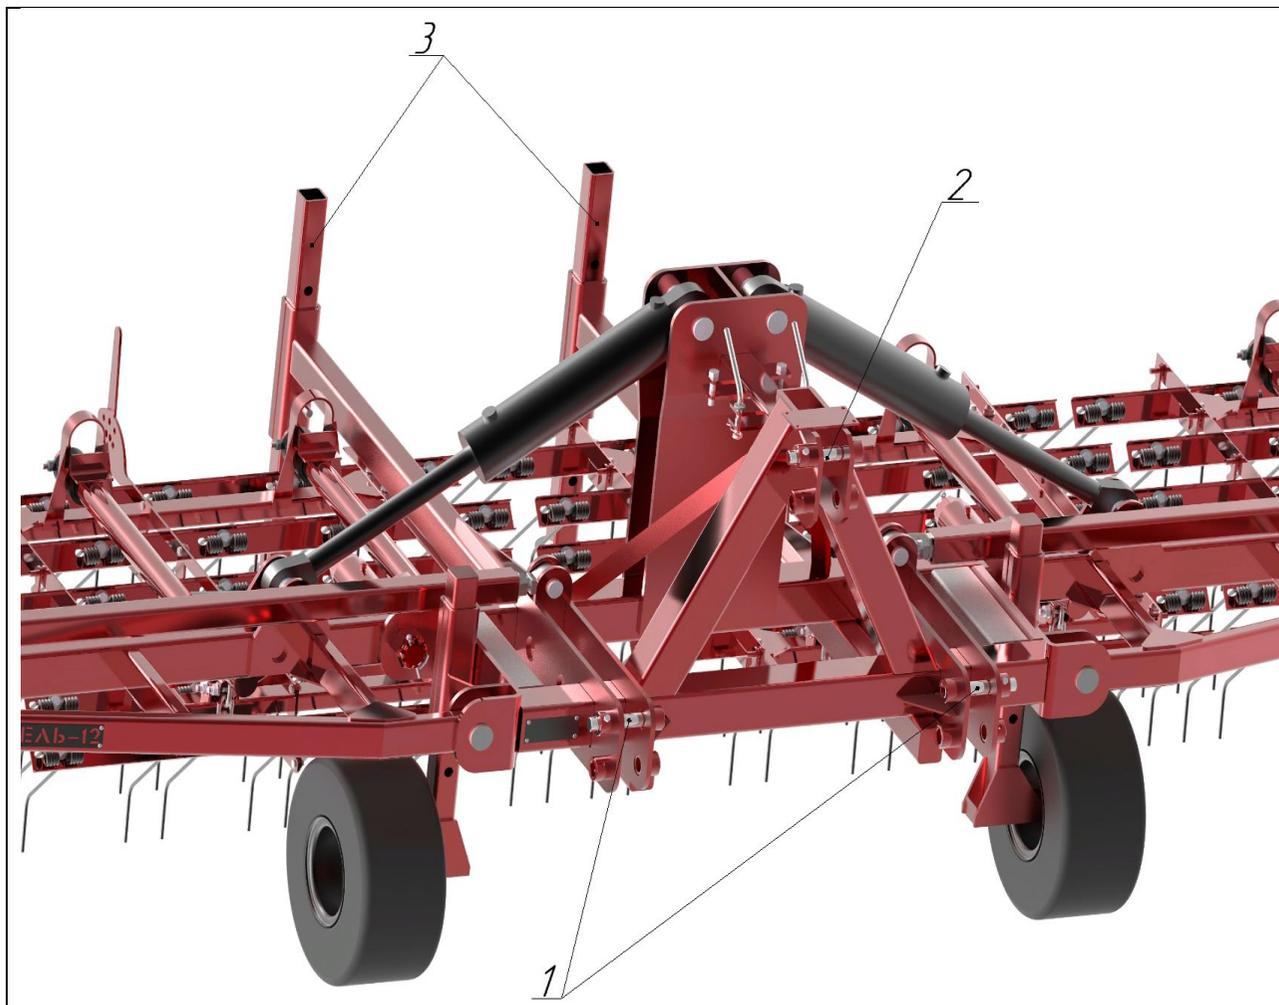

Рисунок 13. Сцепка оборудования
- Подцепить штанги подъемника на соответствующие штыри 1 (Рисунок 13). Заблокировать при помощи болтов.